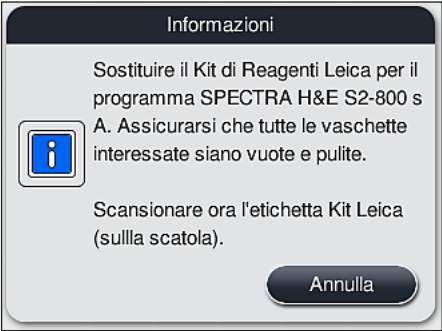

Fig. 57
1. Se compare un messaggio informativo (→ "Fig. 57") sullo schermo, bloccare l'etichetta dell'imballo sul cartone, davanti al sensore RFID sulla parte anteriore dello strumento (→ "Fig. 58-1") per scansionarla.
- È possibile annullare la scansione del kit reagenti Leica solo utilizzando il pulsante **Annulla** nel messaggio informativo visualizzato in (→ "Fig. 57") e prima di avviare la scansione dell'etichetta, a kit reagenti non ancora scaduto.